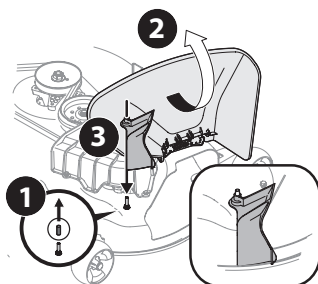

Figura 24
2. Retire el tapón protector de goma del pasador de plataforma, (1) en la Figura 24.
3. Eleve el deflector del canal (2) sobre la plataforma y sosténgalo mientras instala el adaptador de canal (731-10133) (3), sobre la plataforma como se muestra en la Figura 24.